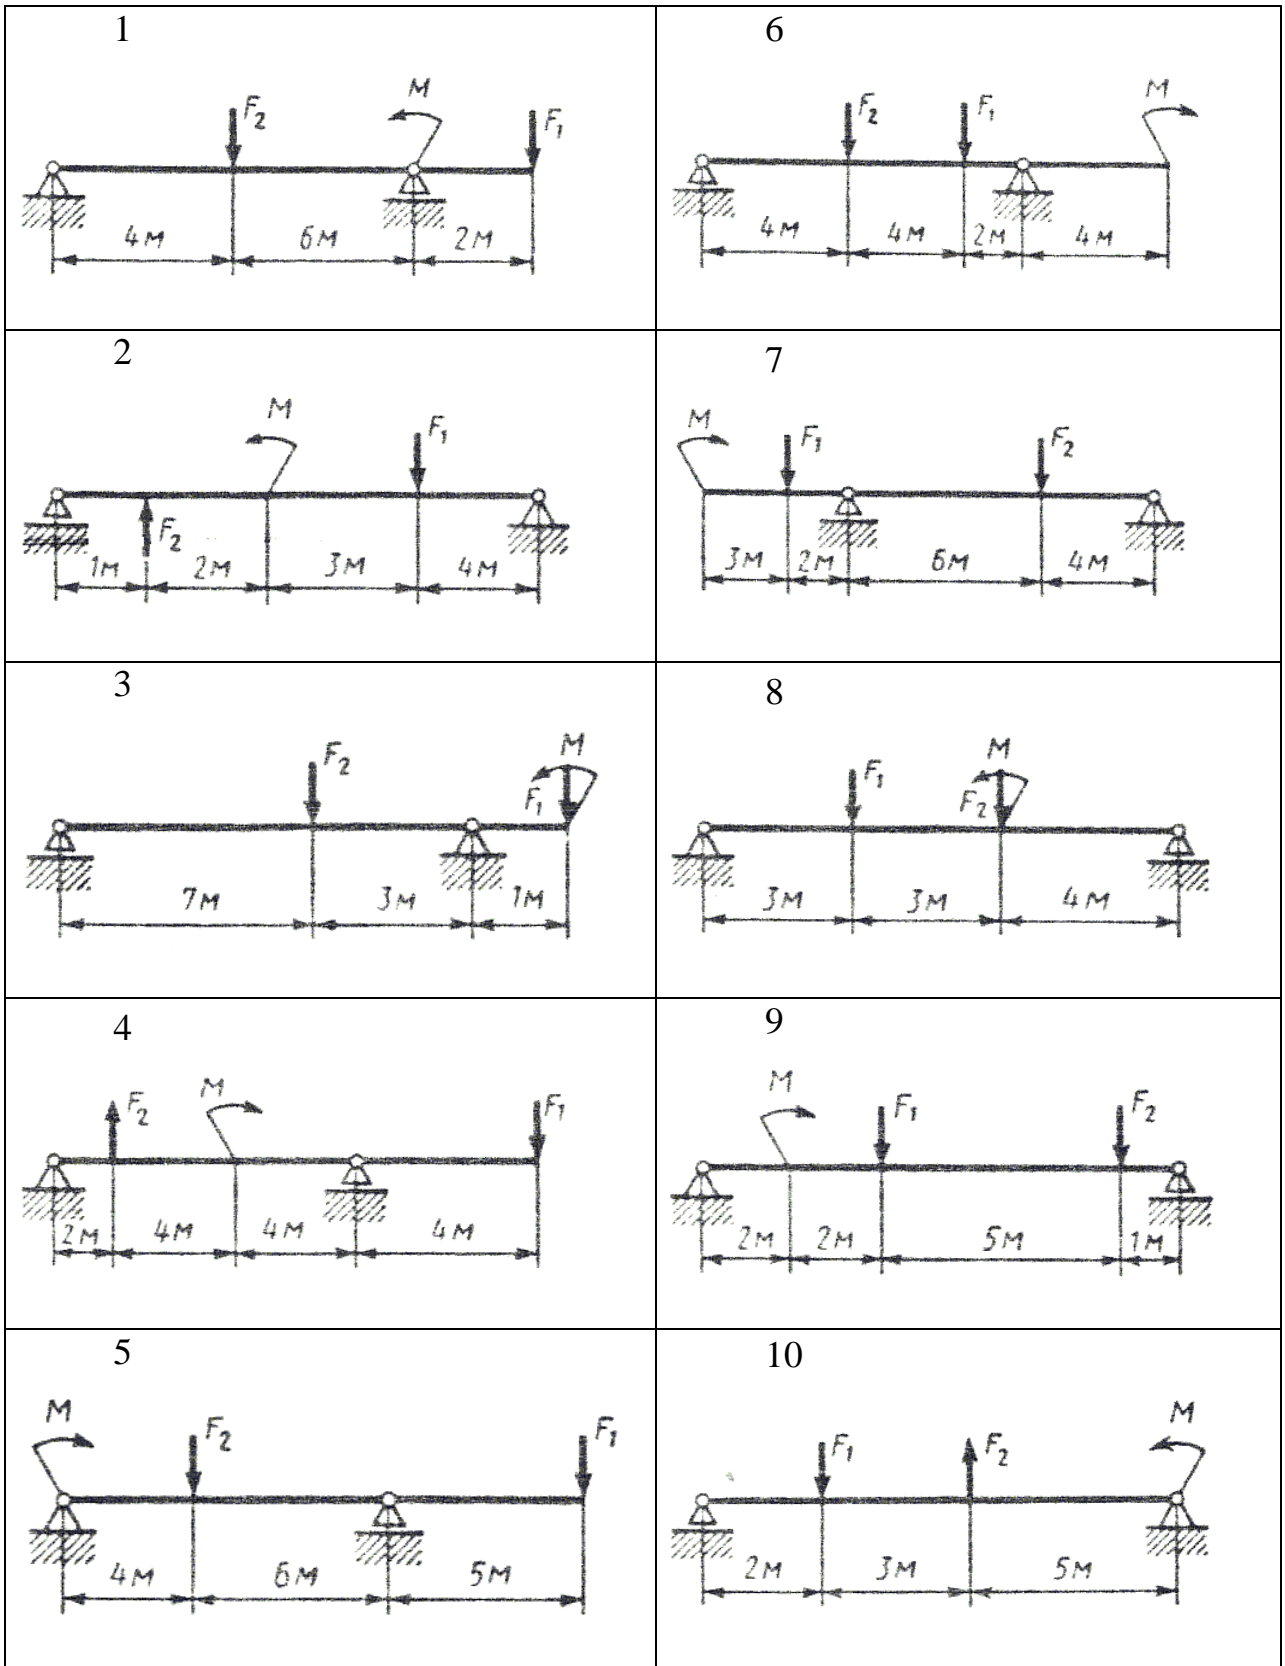

Рис. 7 - Схема задачи
**Задание:** Для заданной двухопорной балки (рисунок 7) определить реакции опор, построить эпюры поперечных сил, изгибающих моментов и определить размеры поперечного сечения в форме прямоугольника или круга, приняв для прямоугольника  $h = 2 \cdot b$ . Считать  $[\sigma] = 150 \text{ МПа}$ .
*Задание:* Привод состоит из электродвигателя мощностью  $P_{дв}$  с угловой скоростью вала  $\omega_{дв}$  и многоступенчатой передачи, характеристики звеньев которой указаны на кинематической схеме (рисунок 7). Угловая скорость выходного (рабочего) вала привода  $\omega_p$ . Требуется определить: а) общие КПД и передаточное отношение привода; б) мощности, вращающие моменты и угловые скорости для всех валов. Упругим скольжением в ременных передачах пренебречь. Данные своего варианта взять из таблицы: